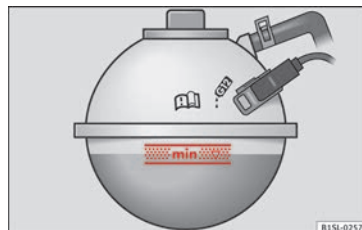

Fig. 244 En el vano motor: Marca en el depósito de expansión del líquido refrigerante.
- Con el motor en frío, verifique el nivel del líquido refrigerante mediante la marca lateral del depósito de expansión » fig. 244.
- El nivel del líquido refrigerante debe encontrarse dentro de las marcas grabadas en el depósito de expansión » fig. 244. **No rebase el borde superior de la zona marcada** » .
- Añada líquido refrigerante sólo hasta el borde superior de la zona marcada » fig. 244. De lo contrario, al subir la temperatura el líquido sobrante, saldrá por presión del sistema de refrigeración causando deterioros.